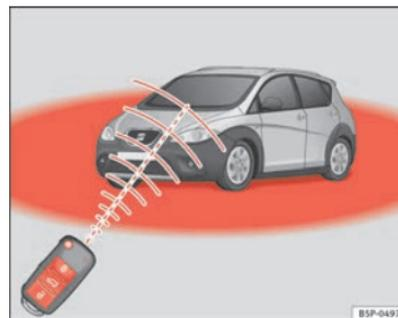

Fig. 63 Raio de acção do comando à distância por radiofrequência
- O comando à distância por rádio-frequência só funciona, se se encontrar dentro do seu raio de acção ⇒ página 107, fig. 63 (superfície vermelha).